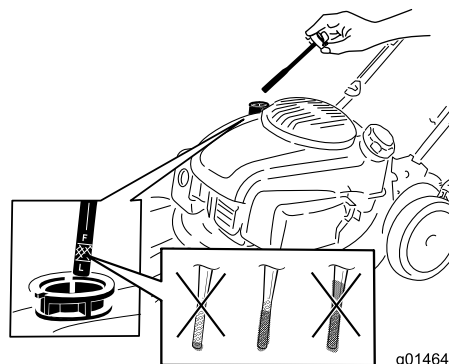

Figure 17
2. Retirez la jauge (Figure 17).
4. Versez de l'huile **lentement** dans le goulot de remplissage pour faire monter le niveau jusqu'au repère du plein (Full) sur la jauge (Figure 17). **Ne remplissez pas excessivement.** (Remplissage max. : 0.65 L (22 oz), type : huile détergente 10W-30 ou SAE 30 de classe de service API SJ ou supérieure.)